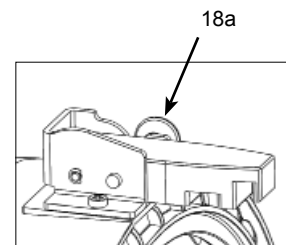

Abb. 6 / figure 6
- Torsicherung (18) durch Ziehen des seitlich angebrachten Knopfes (18a, Abb. 6) öffnen.
- Open the top latch (18) by pulling the button at the side (18a, fig. 6).